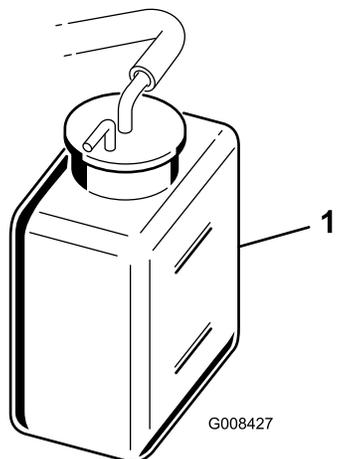

Рисунок 47
2. Проверьте уровень охлаждающей жидкости (Рисунок 46 и Рисунок 47).